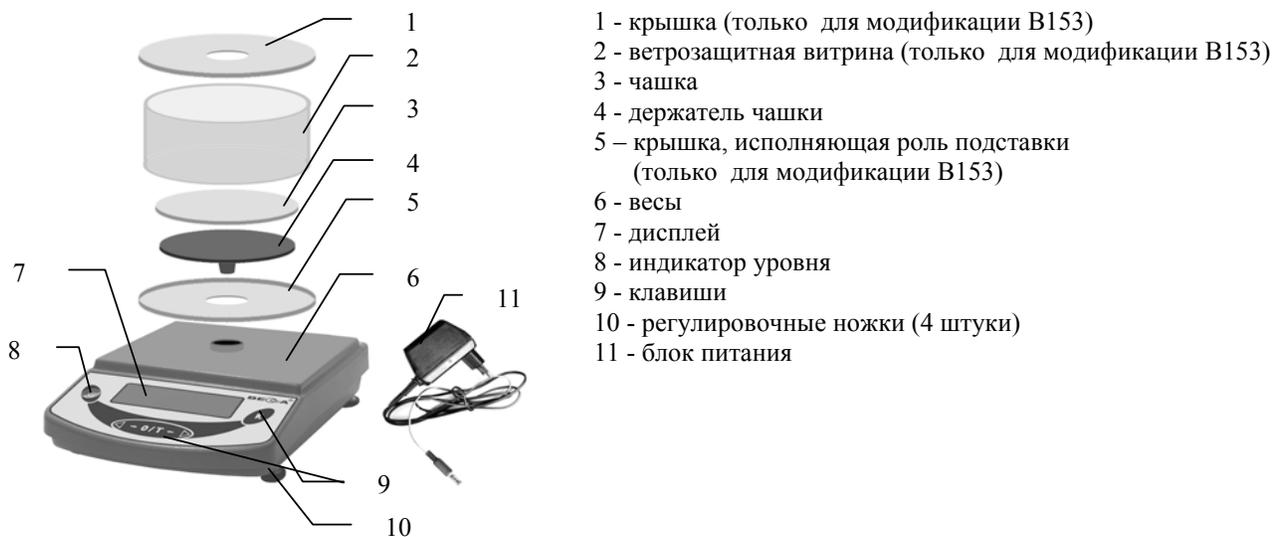

Рисунок 1 - Общий вид весов серии «В».
## 1.3.3 Назначение клавиш (поз.9, рис. 1) и их обозначения приведены в таблице 2.
- устройство установки по уровню - регулировочные ножки (поз.10, рис.1) и индикатор уровня (поз.8, рис. 1);